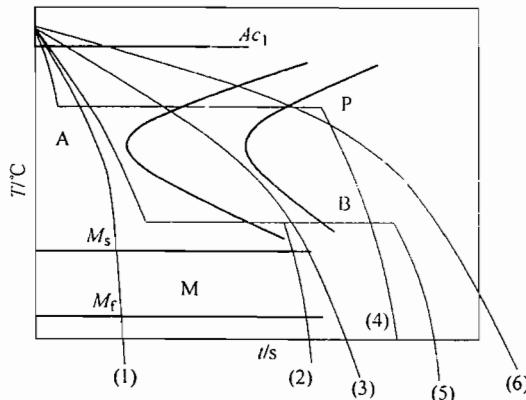

图 5-2 第五题第 2 小题图
2. (12 分) 根据共析碳钢的过冷奥氏体转变 C 曲线(TTT 曲线)(如图 5-2 所示), 请写出经过图中所示 6 种不同工艺处理后材料的组织名称以及硬度排列(从高到低)。